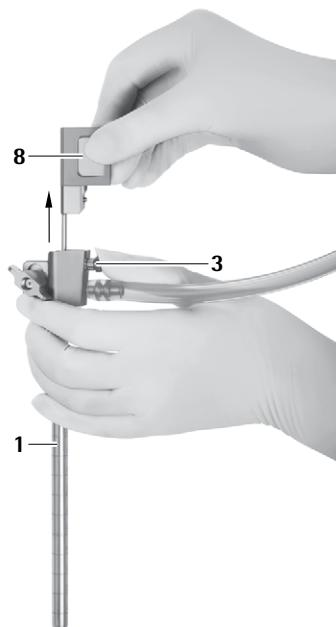

Fig. 10
- Pulsar el botón de desenclavamiento **3** y extraer con cuidado el obturador para el canal de óptica **8** del trocar MINOP InVent 1, ver Fig. 10.